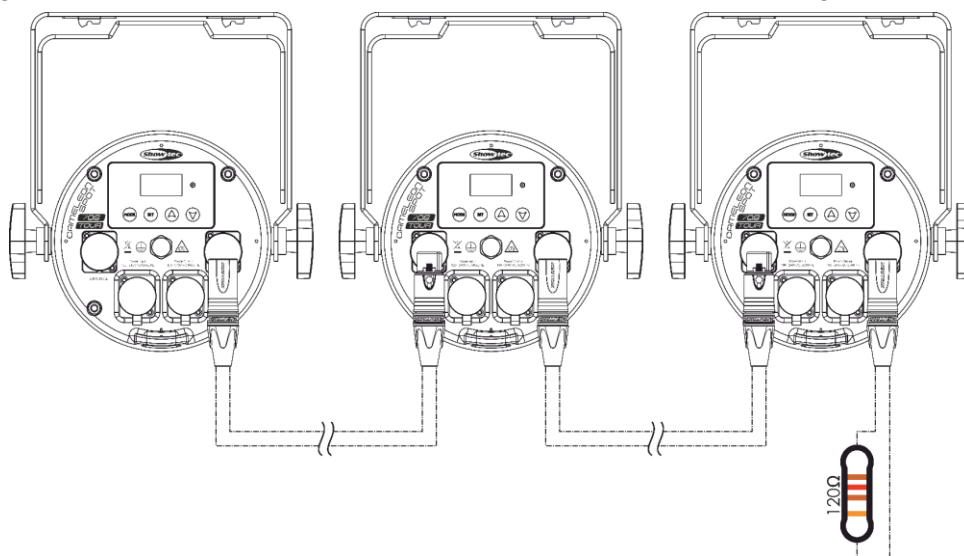

Fig. 09
- 02) Herhaal stap 1 om alle apparaten aan te sluiten zoals getoond in Fig. 09.